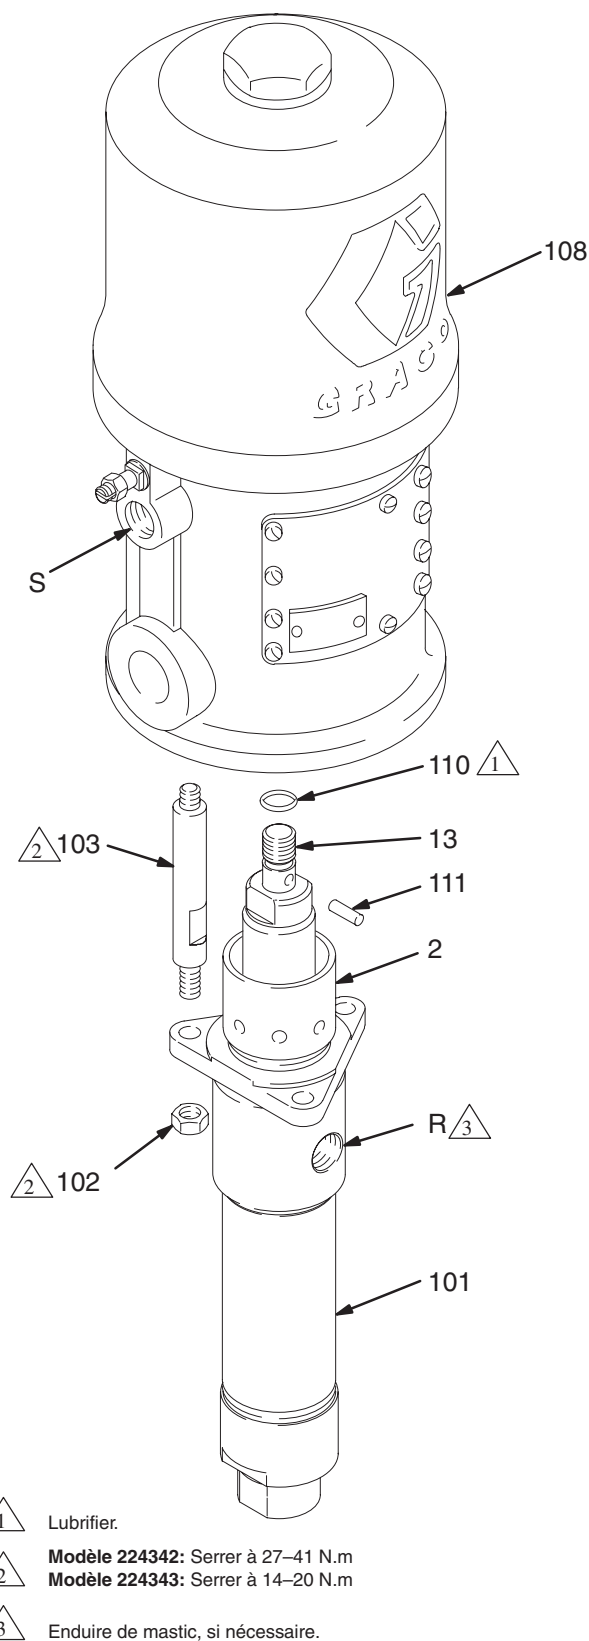

Fig. 4
2. Débrancher les flexibles d'air et de produit. Déposer la pompe de son socle. Noter le positionnement relatif de la sortie produit (R) de la pompe par rapport à l'entrée d'air (S) du moteur pneumatique.
3. Dévisser les écrous freinés (102) des tirants (103). Retirer la goupille fendue (111). Dévisser la tige de piston (13) vissée sur le moteur pneumatique (108). Séparer le bas de pompe (101) du moteur pneumatique (108) en le tirant avec précaution. Vérifier le joint torique (110). Voir la Fig. 4.
1. Lubrifier le joint torique (110) et s'assurer qu'il est bien en place sur la tige de piston (13). Orienter la sortie produit (R) de la pompe par rapport à l'entrée d'air (S) du moteur pneumatique comme indiqué au point 2 de la rubrique **Démontage du bas de pompe**. Positionner le bas de pompe (101) sur les tirants (103). Voir Fig. 4.
2. Visser les écrous freinés (102) sur les tirants (103) sans les serrer. Visser la tige de piston (13) sur l'arbre du moteur pneumatique (108) jusqu'à ce que les trous de goupilles de la tige et de l'arbre soient les uns en face des autres. Mettre en place la goupille fendue (111).
3. Enduire la sortie produit de la pompe (R) et le filetage du flexible de colle à filetage. Monter la pompe et rebrancher tous les flexibles. Rebrancher le fil de terre s'il avait été débranché pour la réparation. Serrer légèrement l'écrou/la coupelle de presse-étoupe (2) – pas à bloc. Remplir la coupelle de liquide TSL Graco ou d'un solvant compatible.
4. Serrer les écrous des tiges de commande (102) de façon uniforme et au couple indiqué à la Fig. 4.
6. Vérifier s'il n'y a pas de fuites au niveau de l'écrou/coupelle de presse-étoupe (2). Suivre la **Procédure de décompression**, page 9 avant de serrer l'écrou/la coupelle.